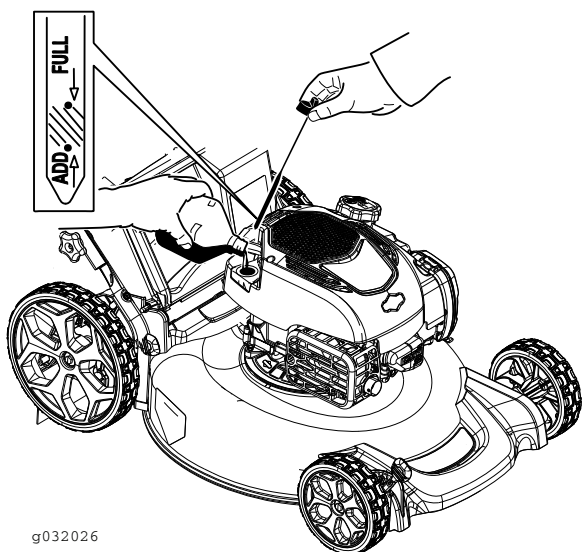

Figura 7
2. Retire a vareta (**Figura 7**) e deite cerca de 3/4 da capacidade do cárter de óleo para o tubo de enchimento de óleo.
5. Retire vareta e verifique o nível de óleo na vareta (Figura 7).